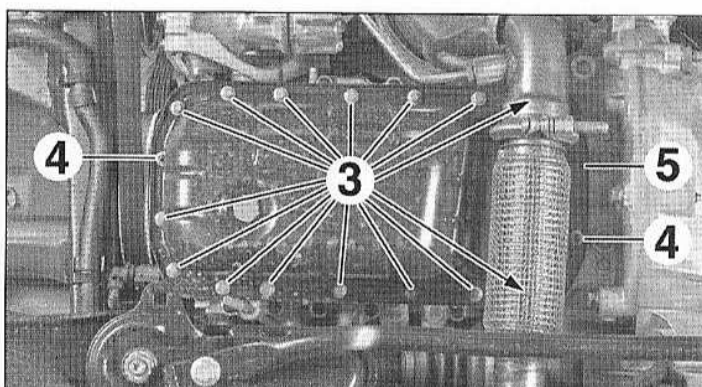
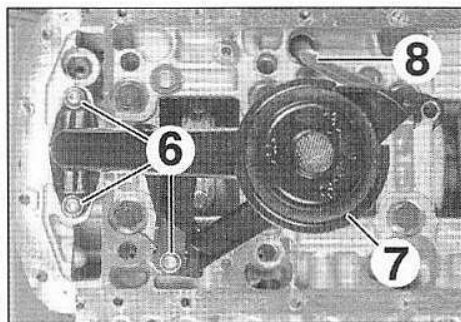

FIG.12
FIG.13
- les vis (3) du carter d'huile (Fig.12).
- Desserrer les écrous (4).
- Décoller le carter d'huile (5).
- les écrous (4),
- le carter d'huile (5).
- Déposer (Fig.13) :
- les vis (6),
- la crépine (7),
- le guide inférieur de jauge à huile (8).